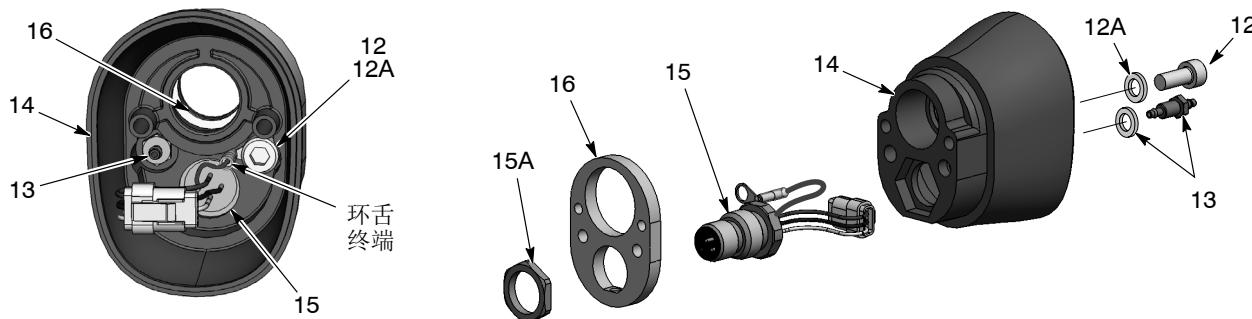

图 21 管座喷枪拆卸 (5/5)
18. 请参见图 21。要拆卸后部枪体组件，请从后部枪体 (14) 内拆下螺钉 (12) 和倒钩接头 (13)。需要使用 3 mm 六角扳手和 1/4 英寸深插座。
19. 从插座上卸下螺母 (15A)，将接地板 (16) 从后部枪体上拉下，然后将插座线束穿过枪体。